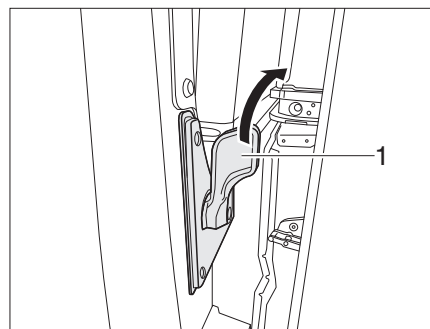

Figura 17 Puerta corredera, eléctrica - pestillo interior
*Abrir:* ■ Presionar el pestillo (Figura 17,1) hacia la derecha. La puerta corredera eléctrica se abre hasta el tope.
*Cerrar:* ■ Presionar el pestillo (Figura 17,1) hacia la derecha. La puerta corredera eléctrica se cierra y entra en la cerradura de la puerta.